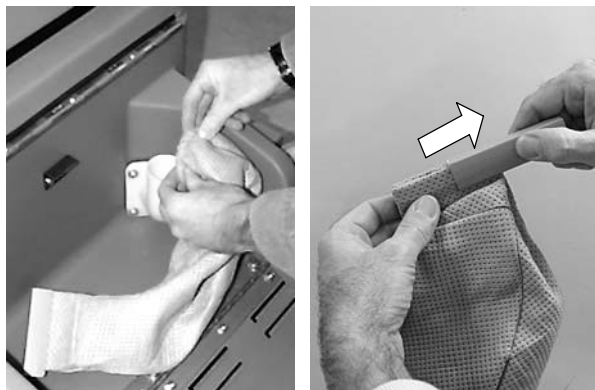

图 26
2. 清空或更换控尘袋。移除袋夹来清空控尘袋。请在控尘袋半满前清空。（图 26）